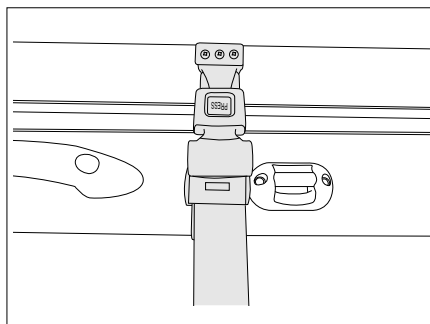

Fig. 172 Ceinture de sécurité du lit escamotable manuel
- Détacher la ceinture de sécurité (Fig. 172).
- Mettre en place la ceinture de sécurité (Fig. 172).